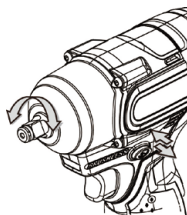

Fig. 2
4. För att backa maskinen (se fig. 2) använder du skjutreglaget för framåt/bakåt på drivenheten. Rotationsriktningarna visas även på skjutregelagets yta.